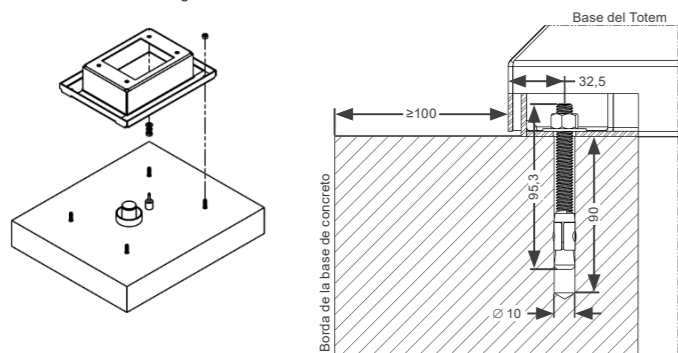

Figura 4.8: Detalles de los puntos de fijación - mm
La base del totem debe ser fijada a la base de concreto mediante cuatro (04) anclajes (3/8"), proporcionados con el producto, los cuales deben ser perforados o ya estar concretados según las distancias indicadas en la Figura 4.8.